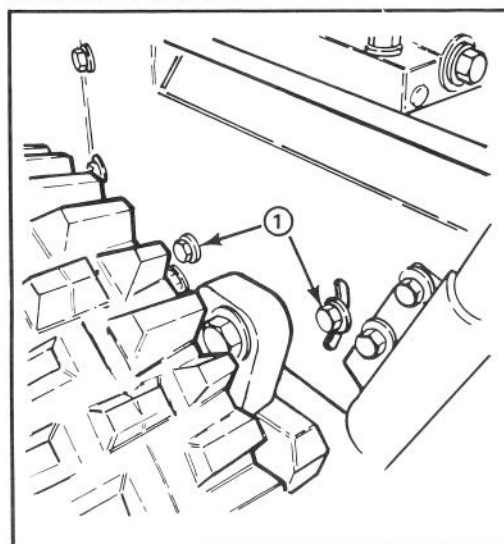

Figure 26
3. Desserrez les 4 boulons à tête à collerette (2 boulons de chaque côté) qui tiennent le châssis de transmission au châssis du moteur (fig. 26).